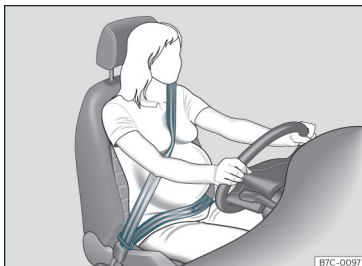

Fig. 16 Colocación de la banda del cinturón en el caso de mujeres embarazadas.
En el caso de **mujeres embarazadas**, el cinturón de seguridad debe pasar de forma uniforme sobre el pecho y lo más bajo posible por la zona pélvica con la banda plana para que no se presione el vientre; además, debe utilizarse durante todo el embarazo >>> fig. 16.
- En el caso de mujeres embarazadas, la banda abdominal del cinturón de seguridad debe pasar lo más bajo posible por delante de la zona pélvica, apoyado en plano y "rodeando" el vientre >>> fig. 16.